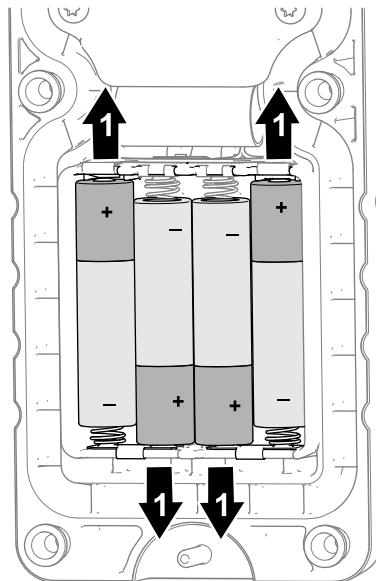

Figura 53
3. Observando a polaridade como se mostra na Figura 53, insira as novas pilhas nas cavidades do terminal.
Nota: Quando instalar as pilhas, observe as marcas de polaridade adequadas (Figura 53) que estão gravadas no compartimento para